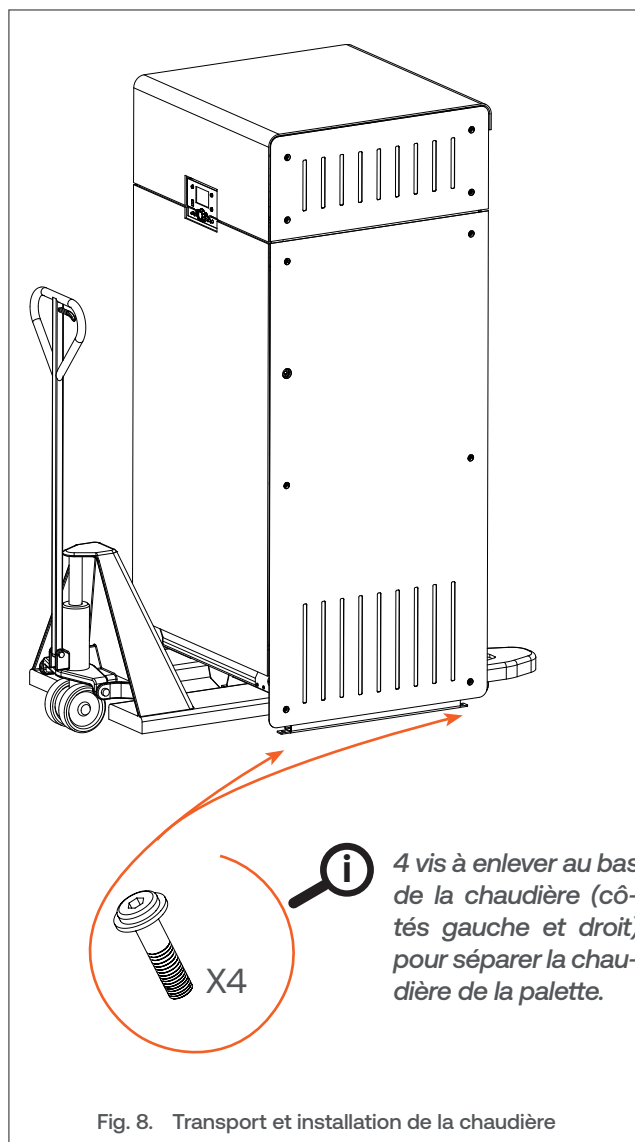

Fig. 8. Transport et installation de la chaudière
4. À l'aide d'une clé à tête six pans de taille 5, enlever quatre vis (voir **Fig. 8**) fixant le bas de la chaudière à la palette..
1. Glisser les bras du transpalette sous la chaudière, par l'avant de l'appareil (Voir **Fig. 8**).